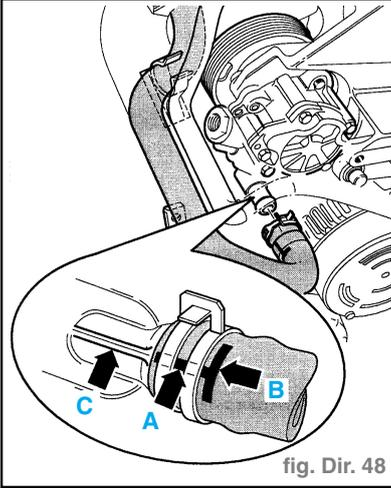

fig. Dir. 48
- Installer le collier à lame-ressort et la conduite d'aspiration comme indiqué sur la figure (fig. Dir. 48).
conduite d'aspiration comme indiqué sur la figure (fig. Dir. 48).